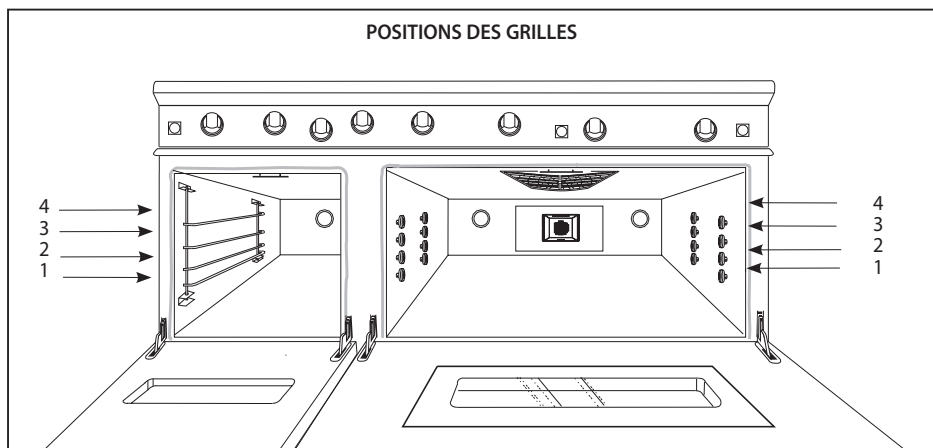

Fig. 01
2. Placez les grilles du four dans la bonne position avant d'allumer le four. Consultez votre recette pour connaître la bonne position de la grille. La position la plus utilisée est la position numéro 2 (les aliments doivent être au centre du four pour que l'air puisse circuler). Les positions des grilles sont numérotées de bas en haut comme les étages d'un bâtiment (fig. 01).